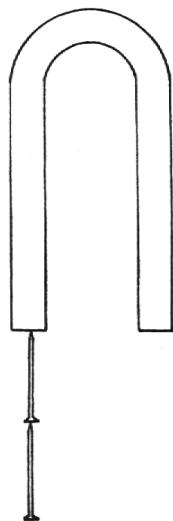

Abb. 1
**Versuch C.** Der Schüler berührt mit einem Nagel einen zweiten, keine Anziehung. Wenn der erste Nagel aber am Magnet hängt, so zieht er den zweiten Nagel an. Nach der Trennung vom Magneten ist der erste Nagel aber nicht mehr oder bald nicht mehr magnetisch. Er war nur vorübergehend magnetisch, solange er mit dem Hufeisenmagneten in Berührung war. Abb. 1.